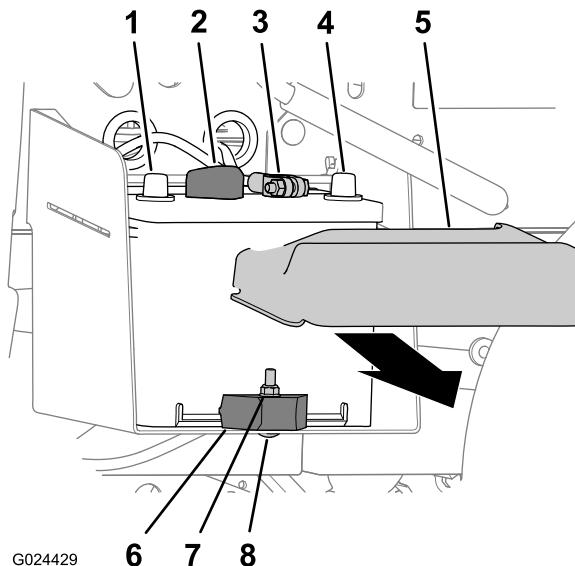

Рисунок 33
1. Сожмите стороны крышки аккумулятора и снимите крышку с его верхней части (Рисунок 33).
2. Отсоедините отрицательный кабель от клеммы аккумуляторной батареи (Рисунок 33).
3. Отсоедините положительный кабель от клеммы аккумуляторной батареи (Рисунок 33).
2. Отверните контргайку, снимите вагонный болт и зажим крепления аккумулятора к его лотку (Рисунок 33).
3. Извлеките аккумулятор из лотка (Рисунок 33).
- Поместите аккумуляторную батарею в аккумуляторный отсек в автомобиле (Рисунок 33).
Примечание: Убедитесь, что положительный и отрицательный штыри аккумулятора выровнены, как показано на Рисунок 33.
- Прикрепите аккумулятор к лотку аккумулятора с помощью зажима, вагонного болта и контргайки (Рисунок 33).
- Подсоедините положительный кабель к клемме аккумуляторной батареи (Рисунок 33).
- Подсоедините отрицательный кабель к клемме аккумулятора (Рисунок 33).
- Установите крышку аккумулятора на его верхнюю часть (Рисунок 33).